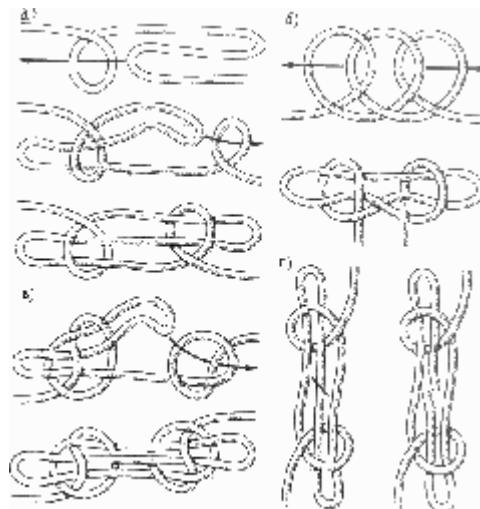

Рис. 113. Колышка
**Колышка (“баранья нога”\*)** (рис. 113). В английском морском языке этот узел называется “Sheepshank”, что означает “баранья ляжка”. Такое название узел получил у англичан ввиду внешнего сходства его формы с бараньей ногой. В отечественных пособиях по морскому делу он не имеет никакого собственного названия, его просто именуют “узлом для укорачивания троса”.
когда стеньга или брам-стеньга спущены. Укорачивание тросов на время делали и в других случаях. По традиции моряки разрезают трос при исключительных обстоятельствах. А если, например, на судне требуется для какой-нибудь работы 25 метров троса, а под рукой есть свободный кусок длиной 40 метров, то его резать не будут, а укоротят до 25, сделав на нем обычную “баранью ногу” одним из двух способов (рис. 113, я, б). Для большей надежности, чтобы узел при временном снятии нагрузки случайно не развязался, концы его петель можно закрепить сваечным узлом (рис. 113, а).
Узел “колышка” применяется не только с целью укоротить длину троса на время. Его используют и в тех случаях, когда при ответственной операции с тросом (как, например, подъем тяжеловеса) есть сомнения в его прочности: допустим, в одном месте перетерта одна прядь или трос надрезан. Чтобы исключить это место из работы и не подвергать его нагрузке, вяжут колышку. Принцип колышки заключается в том, что место троса, перечеркнутое на рис. 113, г, не участвует в работе троса, который завязан этим узлом. В этом месте под нагрузкой трос можно смело перерезать, и он все равно будет держать груз, на который рассчитан по прочности. Пользуясь этим полезным узлом, не нужно забывать, что он прочен и надежен только под нагрузкой, и как только последняя снята, возникает опасность, что узел распадется. Поэтому перед каждым применением троса с завязанной колышкой узел следует проверять или при вязке узла прикрепить петли к коренным концам схватками.